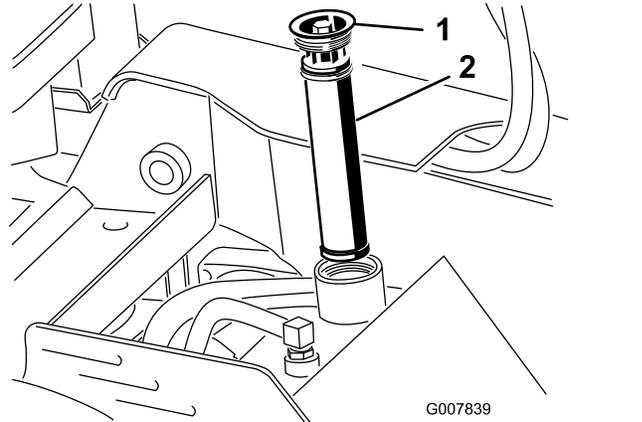

Figura 57
- Togliete il filtro dell'olio e gettatelo (Figura 57).
- Inserite il filtro idraulico di ricambio e il tappo di riempimento (Figura 57) e serrate il bullone in alto a una coppia compresa tra 13–15,5 N·m.